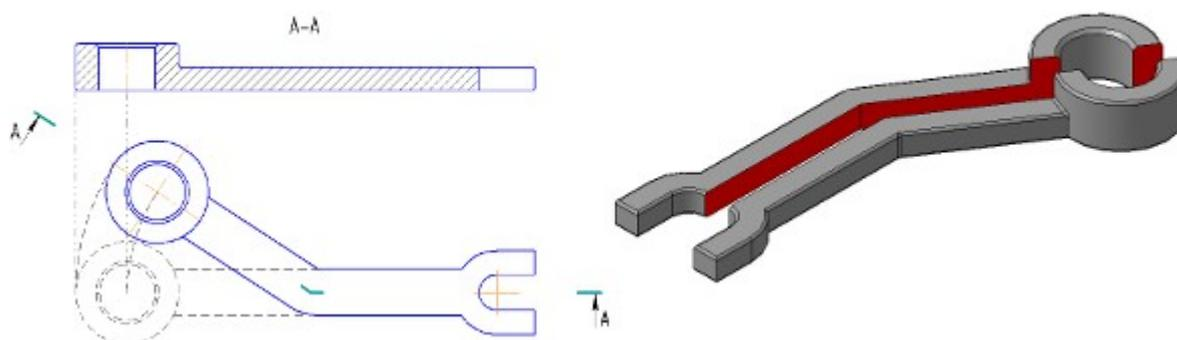

Рисунок 37 – Сложный — Ломанный разрез
- **ломаные**, если секущие плоскости пересекаются (Рисунок 37).